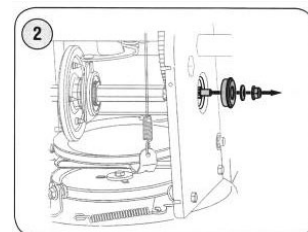

Рис. 22
3. Осторожно снимите шестигранную гайку и шайбу, которые фиксируют (см. рис. 22) шестигранный вал к раме снегоборщика и слегка постучите по концу вала, чтобы сместить шарикоподшипник с правой стороны рамы.